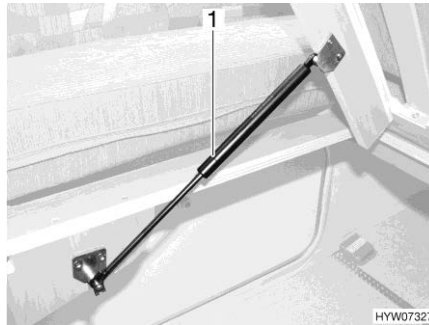

Bild 133 Fast säng
- Lyft ribbotten. Gasfjädrarna (Bild 133,1) håller kvar ribbotten i öppet läge.